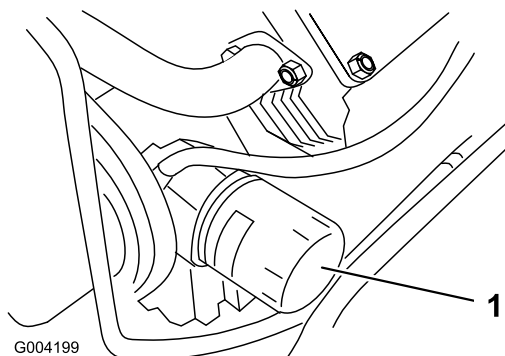

Bild 38
- Entfernen Sie den Altfilter (Bild 38) und wischen Sie die Dichtfläche am Anbaustutzen ab.